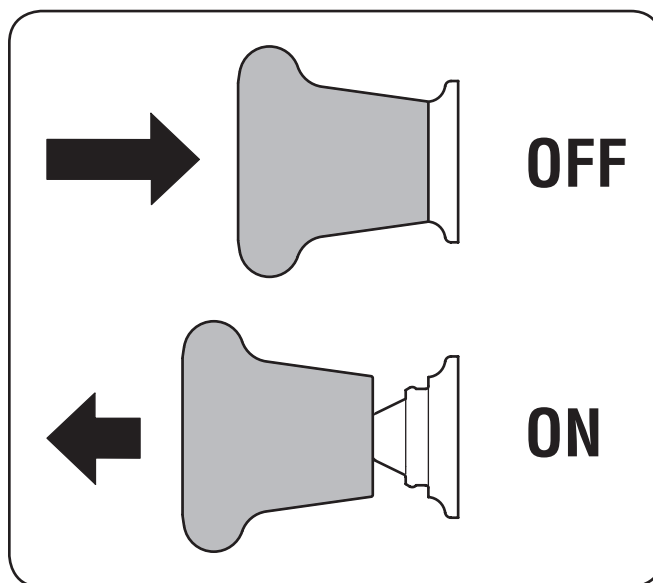

Figura 5-3
2. Tire del interruptor de la PTO hacia arriba/afuera a la posición de acople (ON). Consulte Figura 5-3.